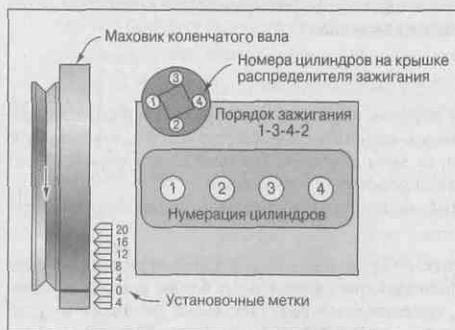

Рис. 12.4. Нумерация цилиндров и порядок зажигания на однорядном четырехцилиндровом поперечном двигателе
- ✓ **Переднеприводные автомобили чаще всего оборудованы поперечно установленными двигателями, которые обычно объединены с КПП в один узел.** На таких двигателях нумерация цилиндров обычно ведется с одной из сторон машины, и цилиндр №1 обычно располагается со стороны пассажира (рис. 12.4.).